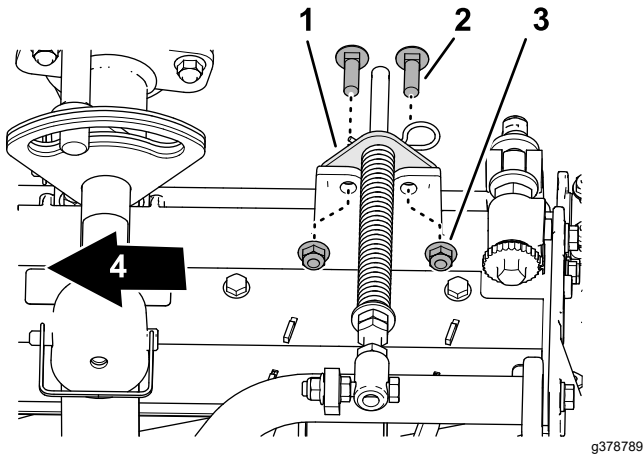

図 14
5. ターフ補正器ブラケットの穴を、カッティングユニットのフレームの穴に合わせる 図 14。